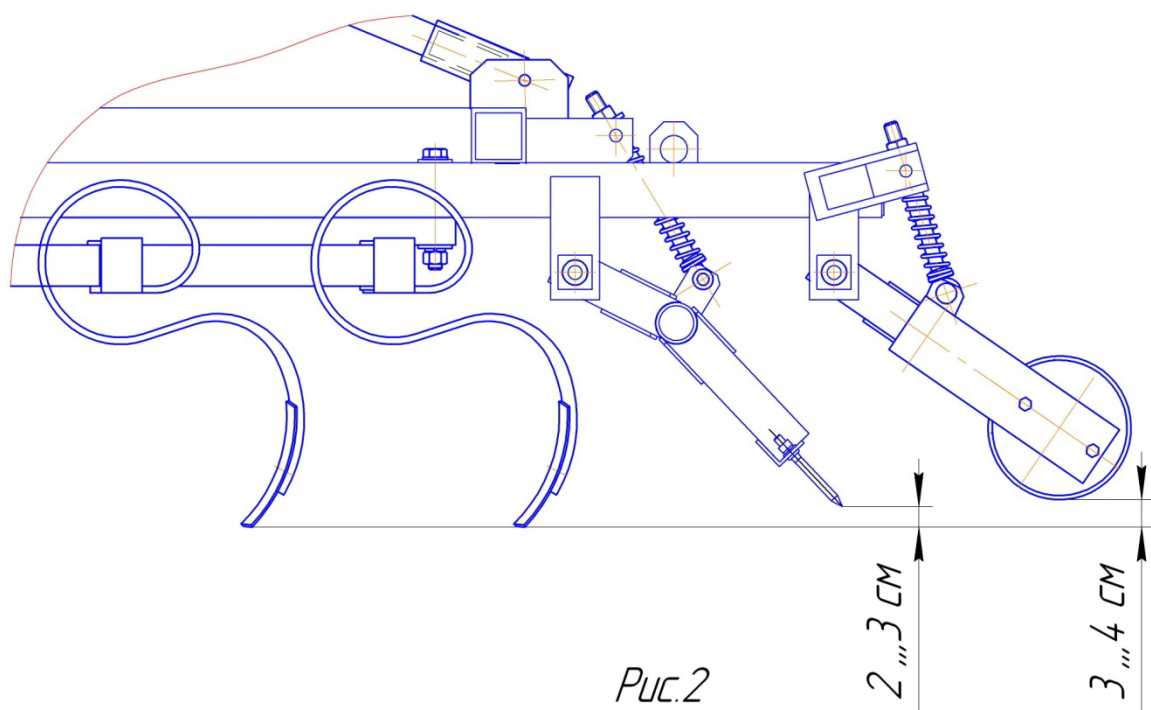

Рис.2
- 5.6 Предварительная регулировка планочно-зубового выравнивателя и бороны роторной должна быть выполнена согласно рис.2.